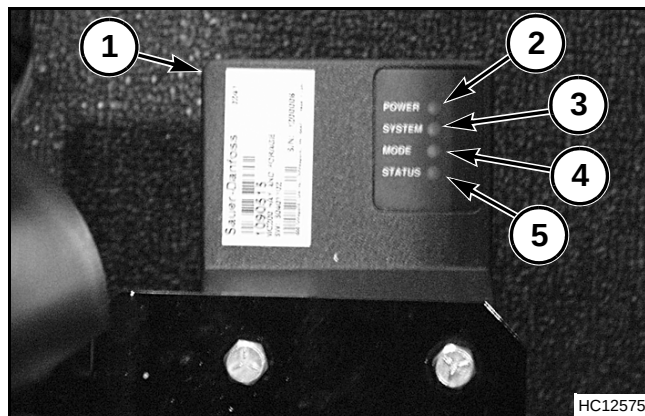

FIG. 6
FIG. 6: El controlador de velocidad del cabezal (1) está localizado detrás de la consola. El controlador de velocidad del cabezal tiene cuatro luces indicadoras; energía, sistema, modo y estado.